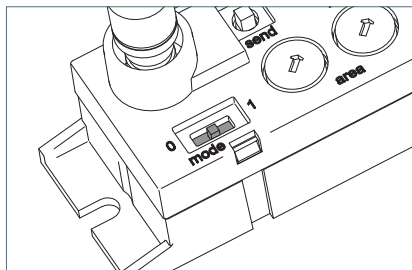

Fig. 17: Schwarmsteuerung aktiviert.
- Schieben Sie den Schiebescalter „mode“ auf Position **1**, siehe Fig. 17. Wenn das Modul angeschlossen ist, kommunizieren alle Leuchten untereinander, bei denen ein Modul angeschlossen ist.